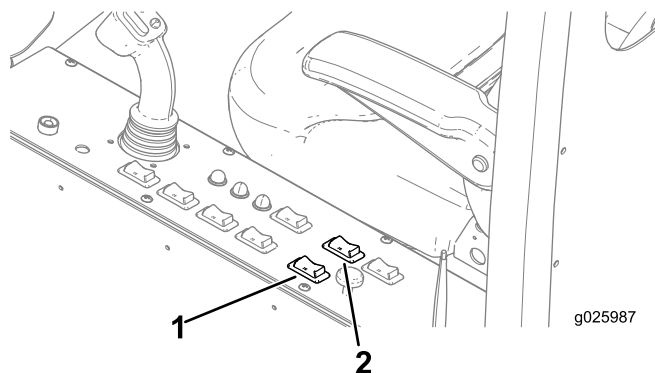

Figura 61
1. Presione hacia atrás sobre el interruptor BASCULANTE DE GIRO (hasta que se detenga la cabina) para girar la cabina a la posición de PERFORACIÓN (Figura 61).
2. Presione hacia atrás sobre el interruptor BASCULANTE DE ROTACIÓN para rotar la cabina a la posición deseada de perforación (Figura 61).
1. Presione hacia adelante sobre el interruptor BASCULANTE DE ROTACIÓN (hasta que se detenga la cabina) para rotar la cabina a la posición de TRANSPORTE (Figura 61).
2. Presione hacia adelante sobre el interruptor BASCULANTE DE GIRO (hasta que se detenga la cabina) para girar la cabina a la posición de TRANSPORTE (Figura 61).